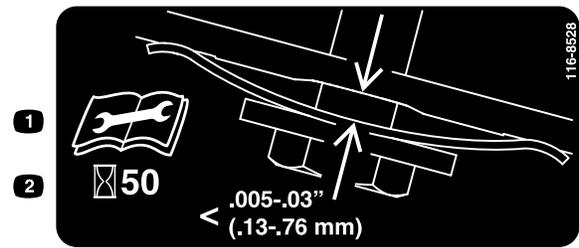

Figura 29
3. Sujete una galga ajustada a entre 0.13 y 0.76 mm (0.005 y 0.03 pulgadas) contra el tabique y deslícela hacia abajo por detrás del muelle tensor de la correa; consulte Figura 29.